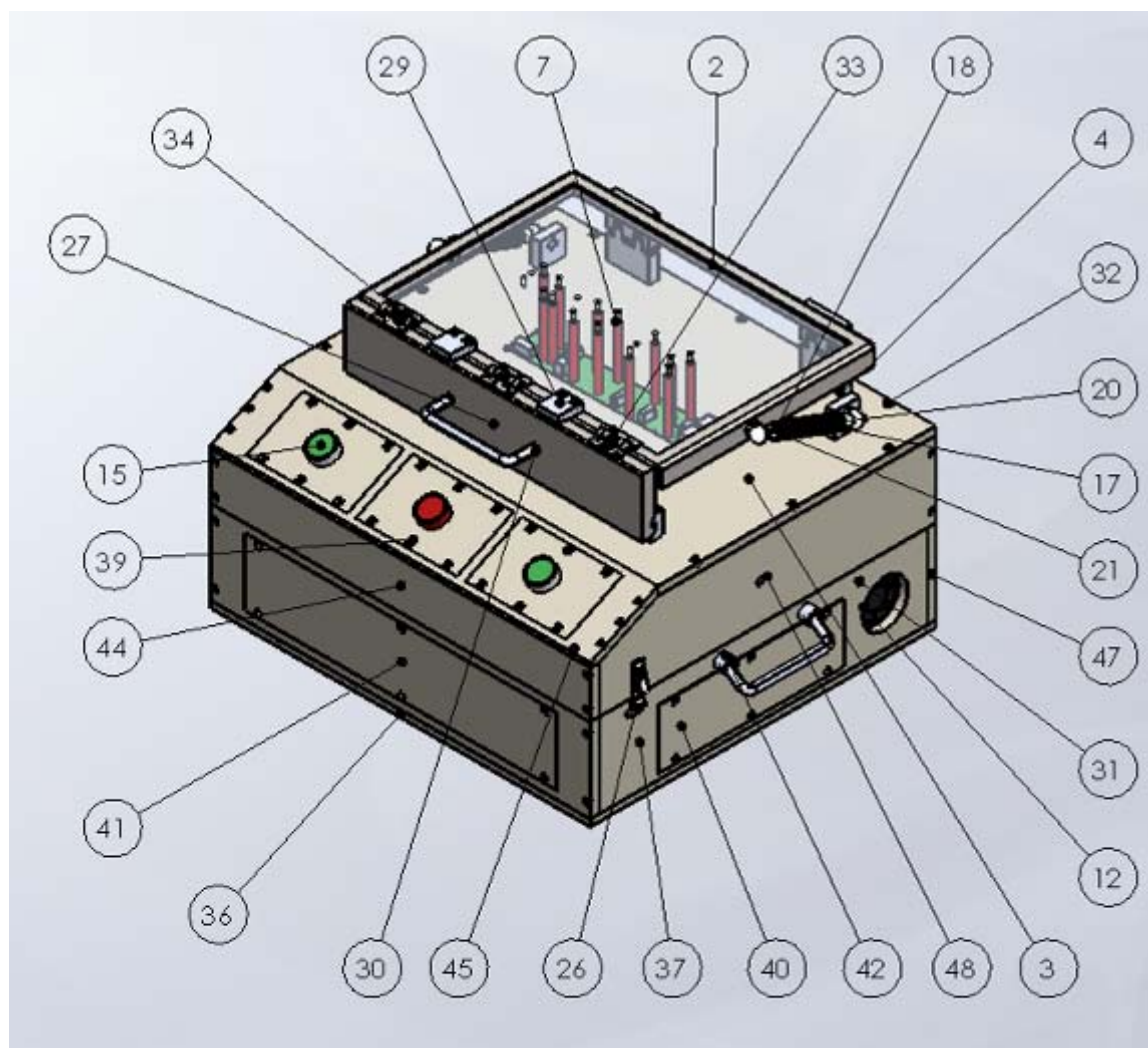
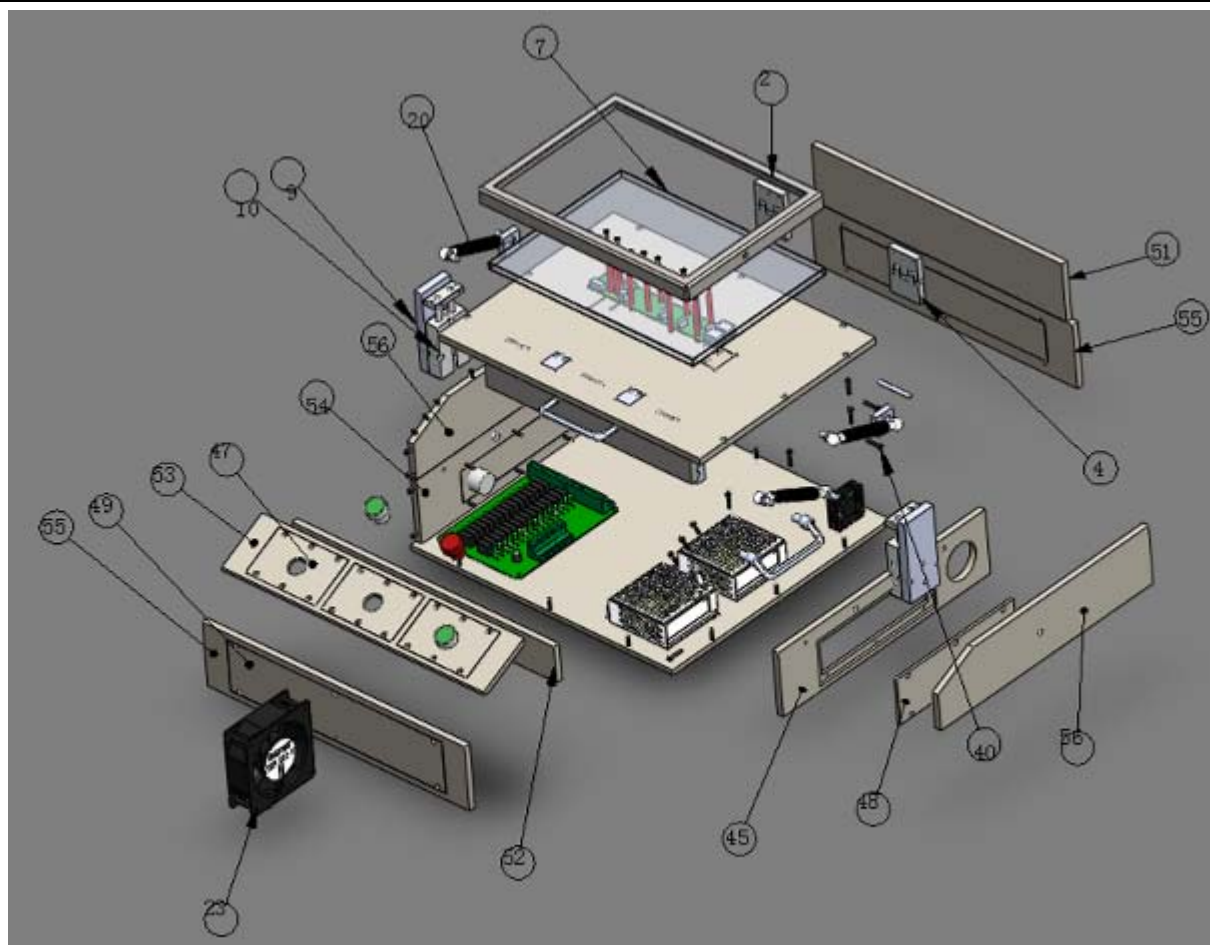
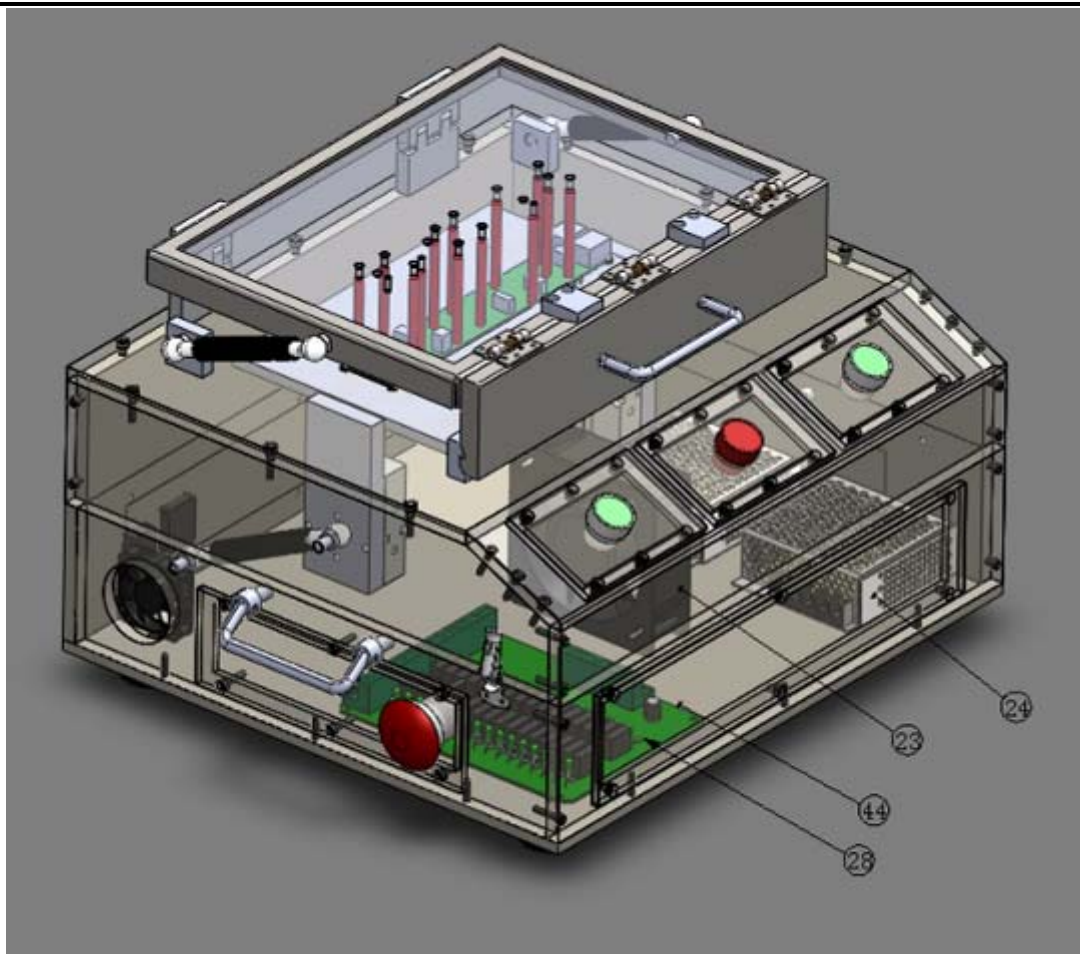
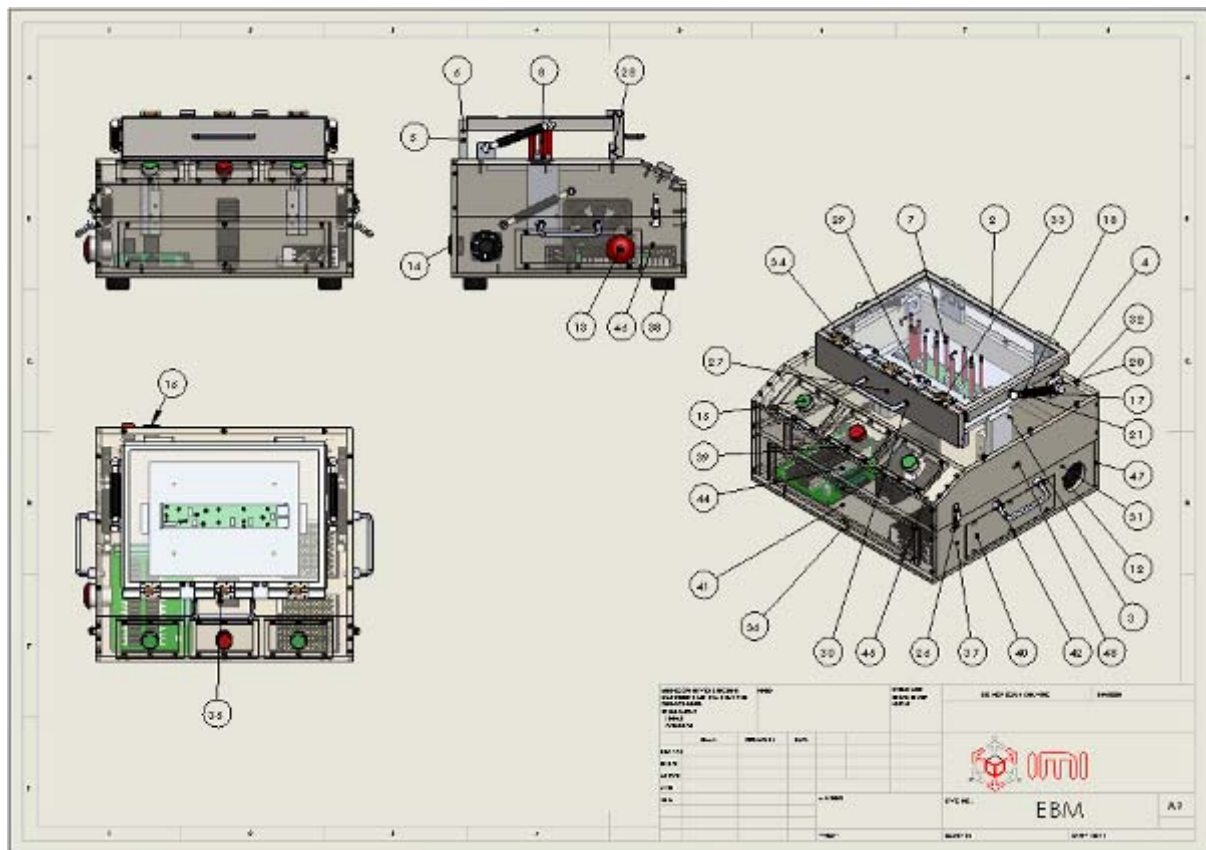

图 3 组织结构分布（右侧视图）
图 4 组织结构分布（爆炸视图）
图 5 组织结构分布
图 6
2.1 各个主要组织结构分布说明（见图 3、图 4、图 5. 图 6）